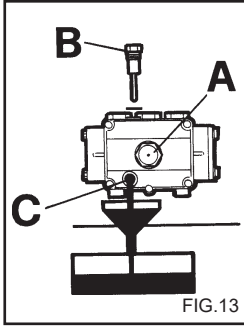

FIG.13
**2** - Desenroscar el tapón con la varilla de control del nivel (fig. 13).